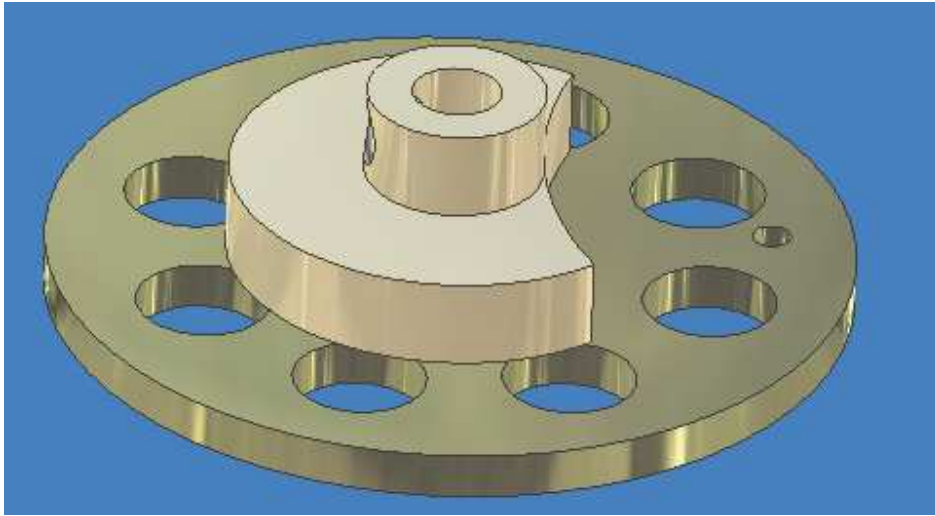

Figura 5.12 Resultado final del ensamble.
7.-Utilice el valor de OFFSET para insertar la pieza y finalice el ensamble usando APPLY, figura 5.12.